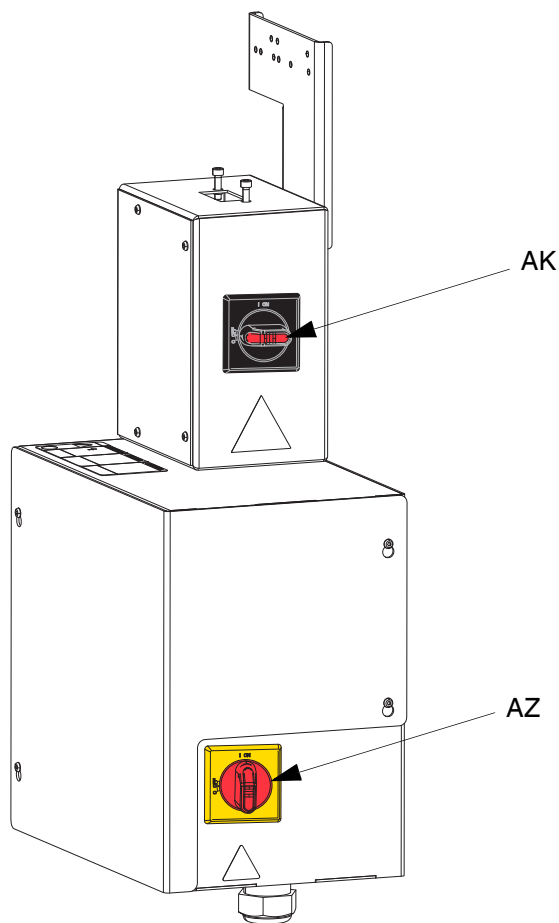

FIG. 30. Strömbrytare
Se FIG. 30.
- b. Vid användning av en tandem tryckmatarenhet, stäng AV den svarta strömbrytaren (AZ) på den tryckmatarenhet som endast erfordrar ett fatbyte. Se FIG. 30.